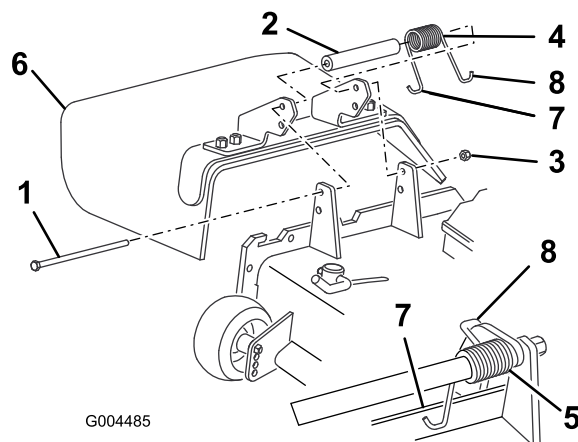

Figure 25
2. Retirez le contre-écrou, le boulon, le ressort et l'entretoise qui fixent le déflecteur aux supports de pivot (Figure 25). Enlevez le déflecteur s'il est endommagé ou usé.
3. Placez une entretoise et un ressort entre les supports du déflecteur d'herbe de rechange (Figure 25). Accrochez l'extrémité en J gauche du ressort derrière le bord du plateau de coupe.
Remarque: Accrochez l'extrémité en J gauche du ressort derrière le bord du plateau de coupe avant de mettre le boulon en place, comme indiqué à la Figure 25.
4. Remettez le boulon et l'écrou en place. Accrochez l'extrémité en J droite du ressort au déflecteur d'herbe (Figure 25).